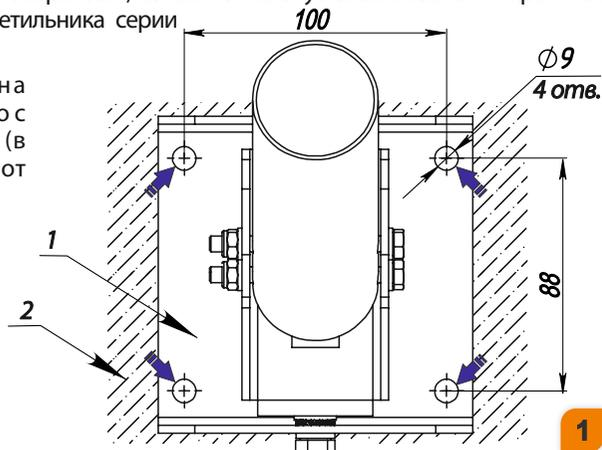

рис.2
**а) Установите** кронштейн **1** на монтажную поверхность **2** и **закрепите** его с помощью винтов, болтов, анкеров (в комплект не входят) в зависимости от материала монтажной поверхности (рис.2).